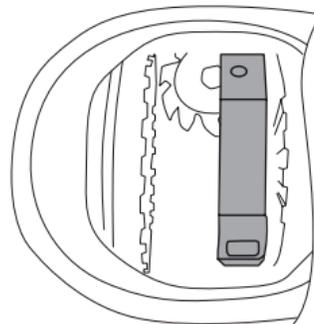

Рис. 5
6. Установите распорную муфту [3] в дифференциал (Рис. 5).